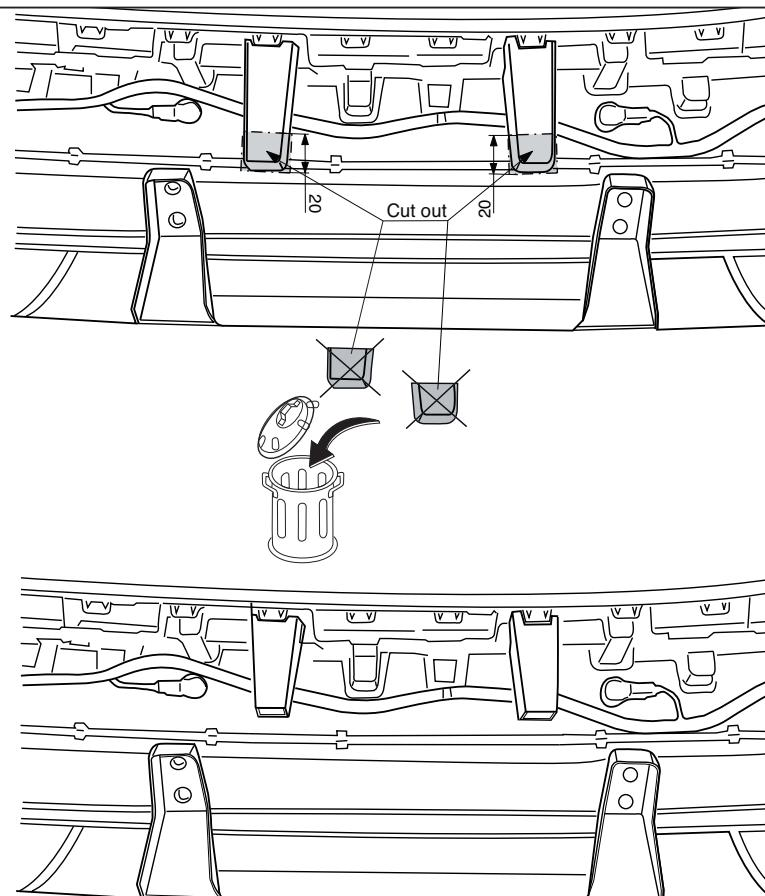

Fig.3
11. Gemäß Fig. 3. die angegebenen Stücke aus der Stoßstangeninnenverkleidung heraussägen.
- 10. Serrer le logement de la garniture du pare-chocs comme indiqué sur les fig.3.
11. Såga de markerade delarna ur stötfångaren innanmätet.. Se fig. 3.
12. Serrar las partes indicadas en la fig. 3 el armazón interior del paracochones.
11. Serrar las partes indicadas en las fig. 3 el armazón interior del paracochones.
12. Sæt ifølge fig. 3 de markerede dele ud af kofangerindstykket.
11. Sæt ifølge fig. 3 de markerede dele ud af kofangerindstykket.
11. Segare via dal l'anima del paraurti le parti indicate nelle fig. 3.